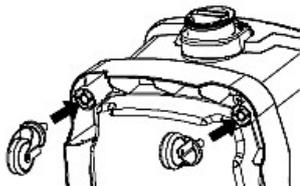

Abb. 5: Montage der Räder
Schritt 2: Montieren Sie die mitgelieferten Räder an die Unterseite des Spezialsaugers (Abb.5).